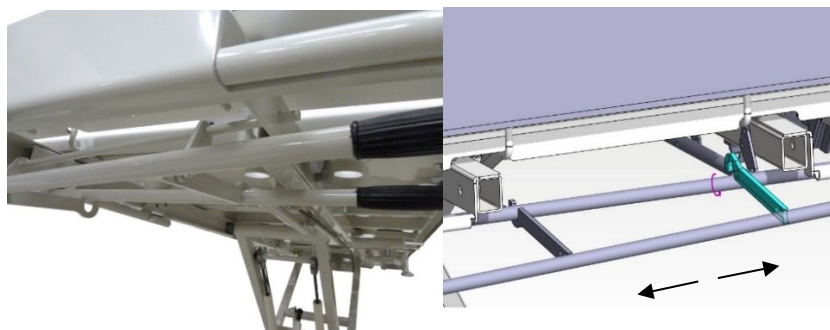

Figure 60. *Der Schaftstift und der Haken des Verlängerungsgriffs.*
3. Schieben Sie gleichzeitig den Bolzen des Verlängerungsgriffs seitlich durch das rechte Loch im verlängerten hinteren Ende des Bettes (Bild 60).